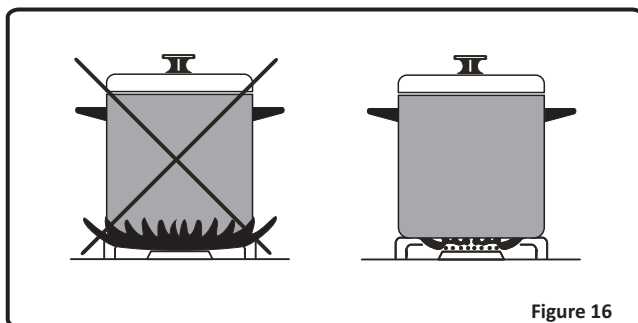

Figure 16
- Enlevez les grilles émaillées, les chapeaux de brûleurs et les brûleurs supérieurs (Figure 16).